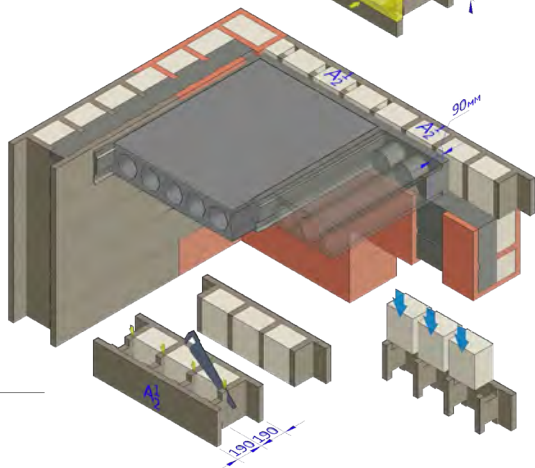

Рис. 11.3
11.3 Опираие многпустотных плит перекрытия производится на бетонное ядро на глубину не менее 90мм (рис.11.3). Утепление торца многпустотных плит производится из блоков «P» поделенных вдоль по центру. (рис. 11.3)